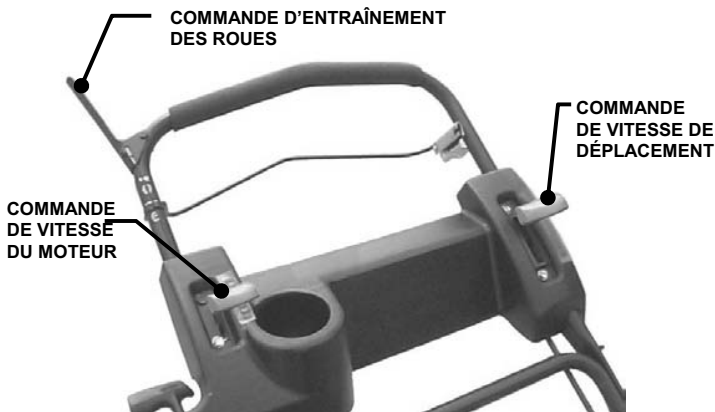

FIGURE 2.5
1. Amenez la commande de vitesse au sol sur la vitesse désirée. Voir figure 2.5.
IMPORTANT : La tondeuse doit être immobilisée avant de procéder au réglage de la vitesse au sol. Voir figure 2.5.